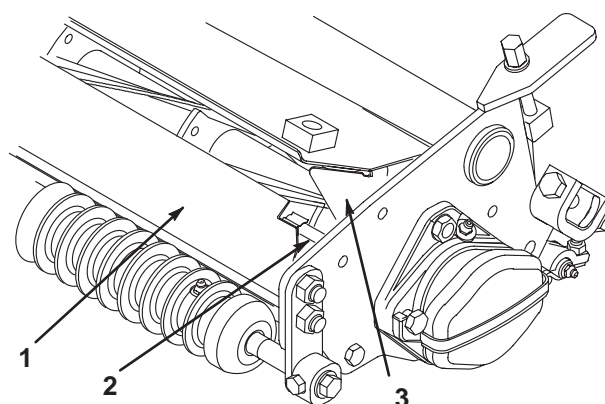

図 11
- A. 前シールド・アセンブリ（図11）を外して廃棄する。さらに各カッティングユニットのサイドプレートに付いているシールド取り付け用スタッドとナットを外して廃棄する。
- C. グラス・シールド・サイド・デフレクタを外側に曲げてカッティングユニットのサイドプレートと面一にする（図11）。